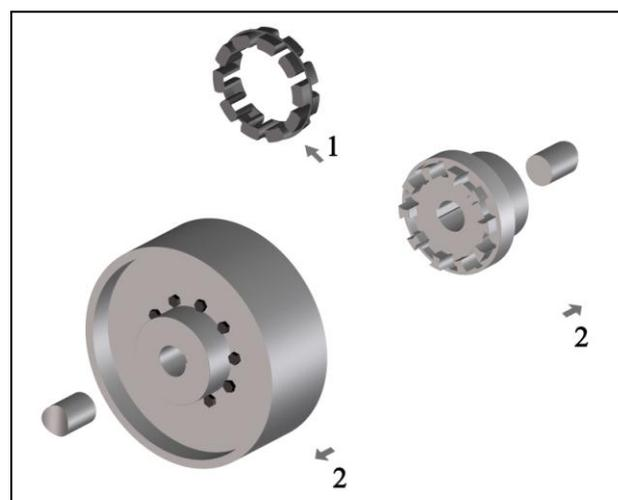

Bild 10
- Ziehen Sie eine Welle mit montierter Kupplungsnabe zurück (Bild10, Pos.2).
- Nehmen Sie den Zwischenring heraus (Bild10, Pos.1).